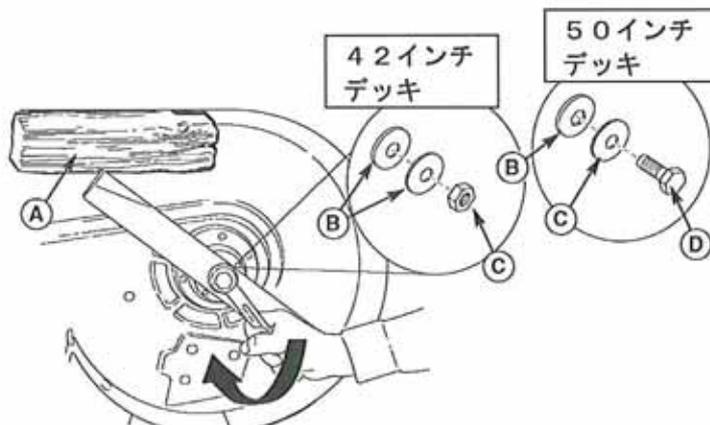

図28
- 外した逆の手順で、刃物、ボルト ナット ワッシャーを、取り付けます。(図28)